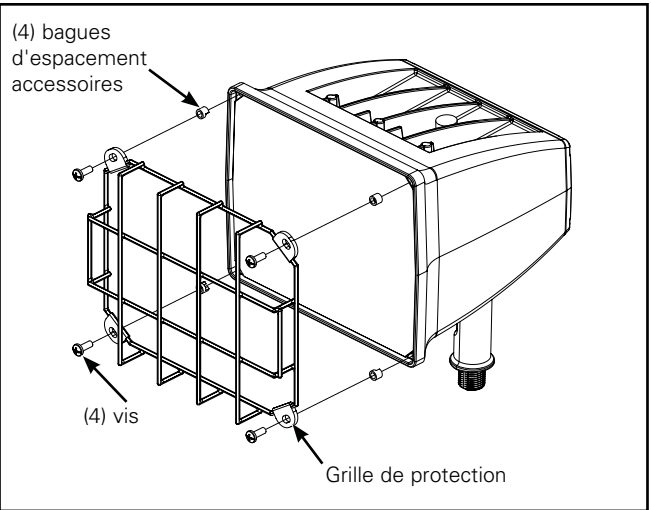

Figure 7.
4. Alignez la grille de protection sur les bagues d'espacement accessoires, en les superposant sur les (4) trous existants. (Figure 7).
5. Ajoutez (4) vis cruciformes n° 10-24 sur l'avant du luminaire pour fixer la grille de protection.